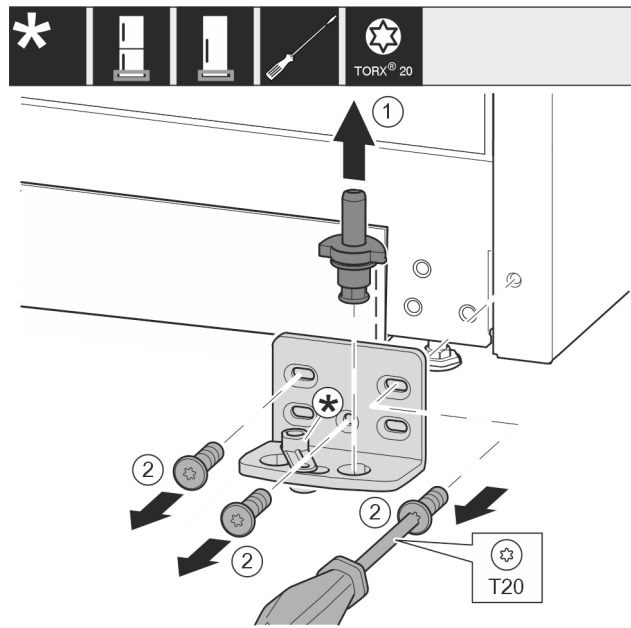

Fig. 13
- Извадете изцяло нагоре лагерния болт Fig. 13 (1).
- Отвийте винтовете Fig. 13 (2) с отвертка и свалете лагерната стойка.